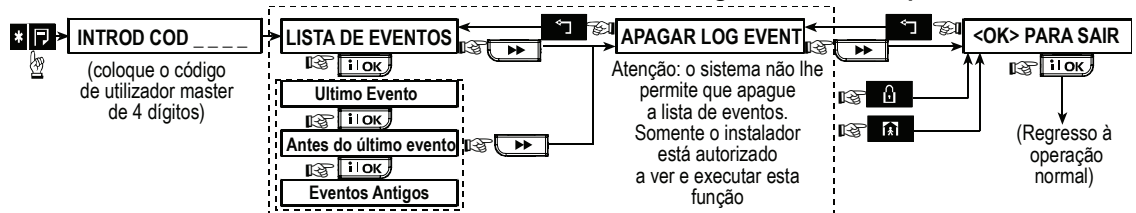

Figura 9. Lista de Eventos
**Para ter uma panorâmica da utilização, deve consultar a Figura 9. A apresentação pode servir para como único guia, em vez de efectuar a leitura integral dos diversos passos.**